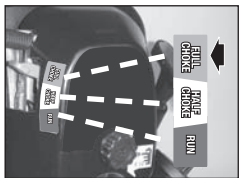

Fig. 9
2. Dit apparaat is uitgerust met een 3-standen choke "full choke" - "half choke" and "run" - Plaats de hendel in de "full choke" stand (fig 9).